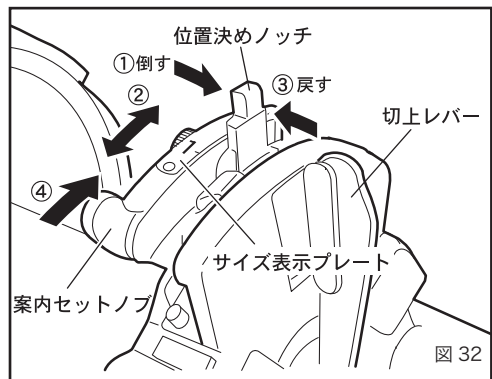
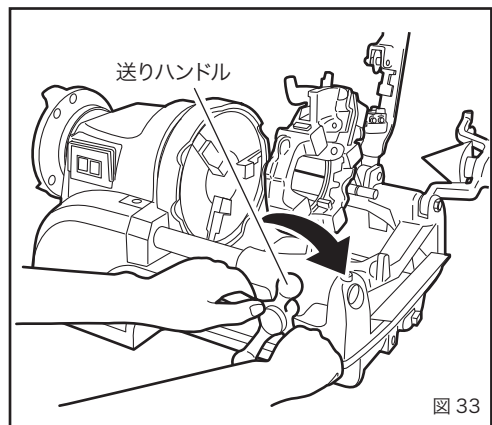

図 32
図 33
サイズ変更する場合 (図 32)
- ①位置決めノッチを図 32 の矢印①の方向に倒す。
- ②サイズ表示プレートに表示されている希望のパイプサイズに位置決めノッチを合わせる。(矢印②)
- ③位置決めノッチを矢印③の方向に倒しながら、ノッチの溝に位置決めピンをはめ込む。
2. 案内セットノブを矢印④の方向に止まるまで押すと、ダイヘッドはセットの位置になります。ON スwitchを押すと、オイルはダイヘッドから自動的に注油されます。
3. 送りハンドルを時計方向に回して、パイプにダイヘッドを押しつけ、チェーザを食いつかせてください。(図 33)
案内セットノブ (図 32 参照) を押し上げてダイヘッドをねじ切りのセット状態にします。そしてパイプにねじを切っていきますと、パイプ端面が切上げレバーにあたり、徐々に押し出していきます。パイプに切られたねじが規定長さになりますと、切上げレバーが押し上げられ、チェーザがパイプから離れねじ切りが終わります。(図 35-1)